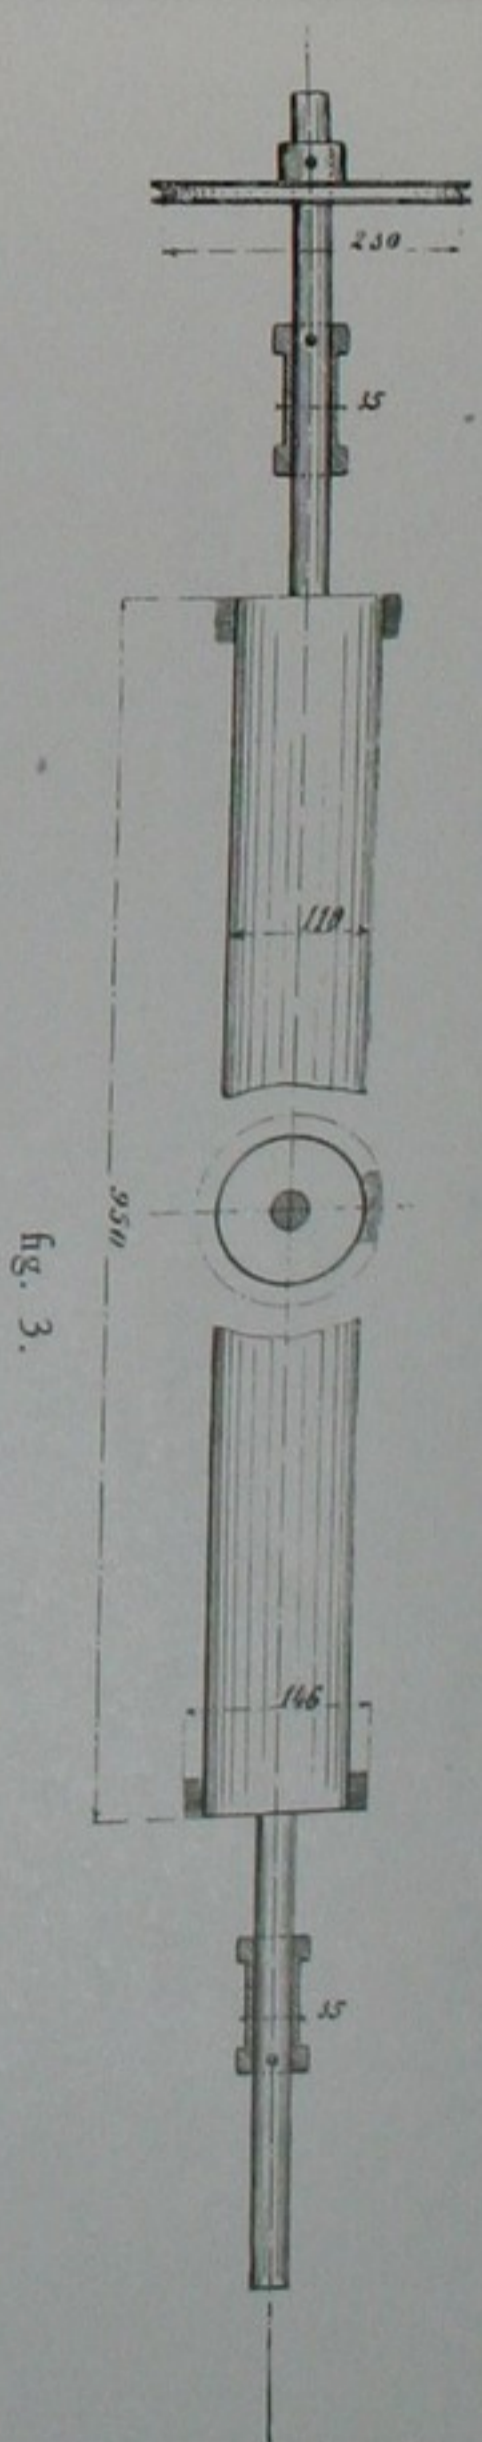

fig. 3.
3. **Brosse à débourrer**, composée d'un corps cylindrique en tôle plombée, garni d'un ruban caoutchouté à aiguilles recourbées en acier. (Fig. 3).